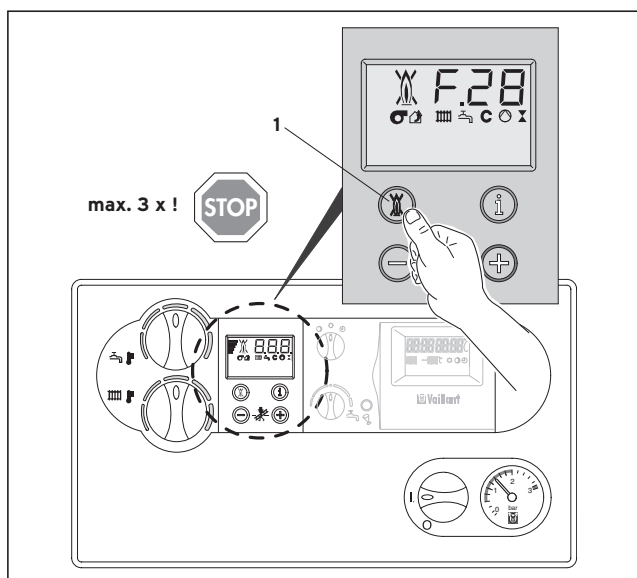

Fig. 3.14 Resetarea avariei
- În acest scop, apăsați butonul de resetare avarie (1) și țineți-l apăsat aprox. 1 s (fig. 3.14).